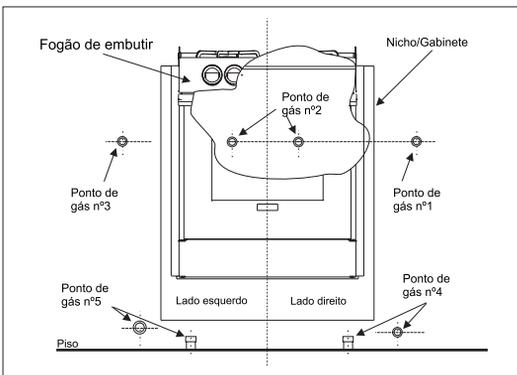

Figura 1
1. Observe a Figura 1 para identificar a posição do ponto de gás que você possui em sua residência para a instalação do fogão.